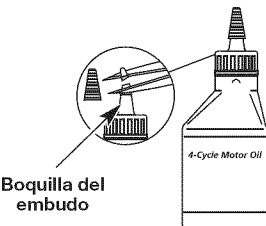

Fig. 6
Su unidad trae una botella de aceite SAE 30 SF, SG, SH de 90 ml (3,04 onzas fluidas) (Fig. 6).
1. Desensrosque la tapa de la botella de aceite y retire el sello de papel que cubre la apertura. Vuelva a colocar la tapa. Corte la punta de la boquilla del embudo (Fig. 6).